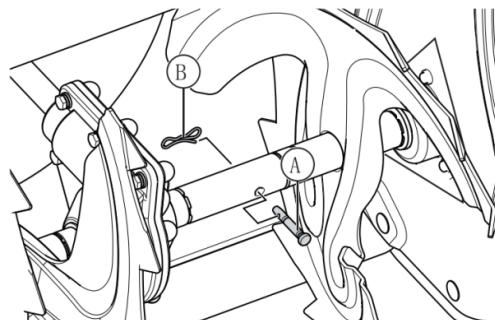

Рис. 32
Чтобы устранить проблему (Рис. 32), необходимо удалить оставшуюся часть пальца из отверстия и вставить новый палец (A), зафиксировав его положение шпилькой (B). После замены проверьте состояние узлов и агрегатов, заведите машину и продолжите эксплуатацию.